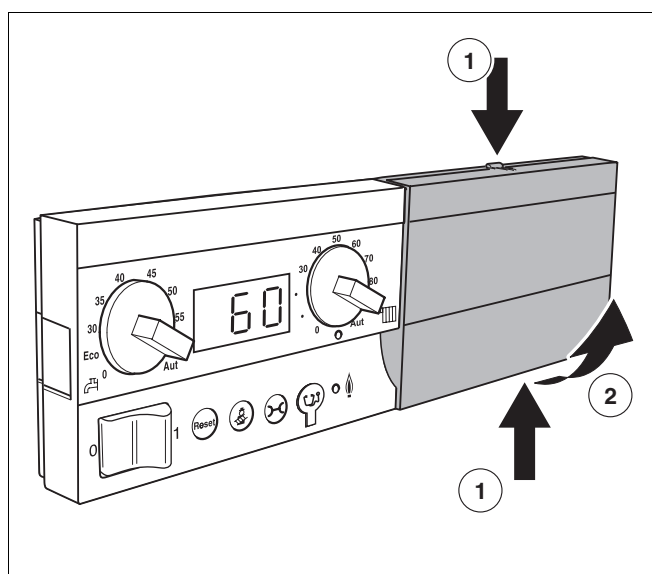

Рис. 1 Снятие крышки
- Одновременно нажать на фиксирующие язычки вверх и вниз на крышке (рис. 1, поз. 1).
- Снять крышку с корпуса по направлению стрелок (рис. 1, поз. 2).